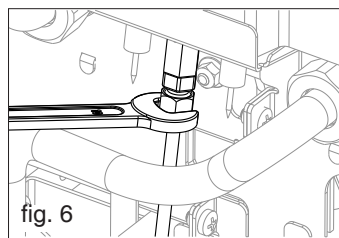

fig. 6
- Desligar o tubo da chama piloto (fig. 6)